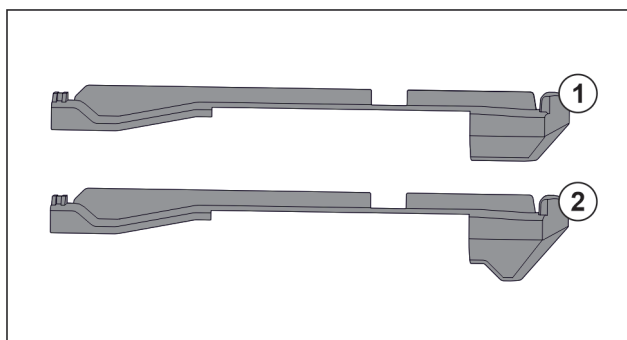

Fig. 149 Сравнение вставных частей
В устройстве находятся две разные вставные части. Вставная часть над самым нижним выдвижным ящиком Fig. 149 (2) имеет треугольную кромку. Все прочие вставные части Fig. 149 (1) имеют прямую кромку.
- ▶ Установите вставную часть Fig. 149 (2) с треугольной кромкой над самым нижним выдвижным ящиком.
- ▶ Установите вставную часть Fig. 149 (1) с прямой кромкой на все прочие места.